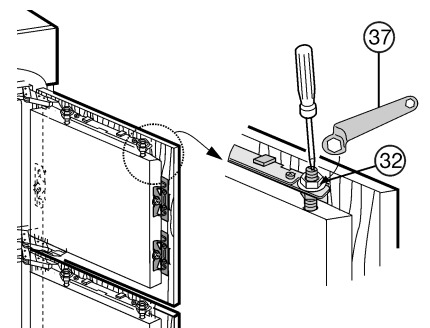

Fig. 23
- ▶ Serrer les contre-écrous Fig. 23 (32) avec la clé polygonale Fig. 23 (37) en bloquant les boulons d'ajustage Fig. 23 (33) à l'aide d'un tournevis.